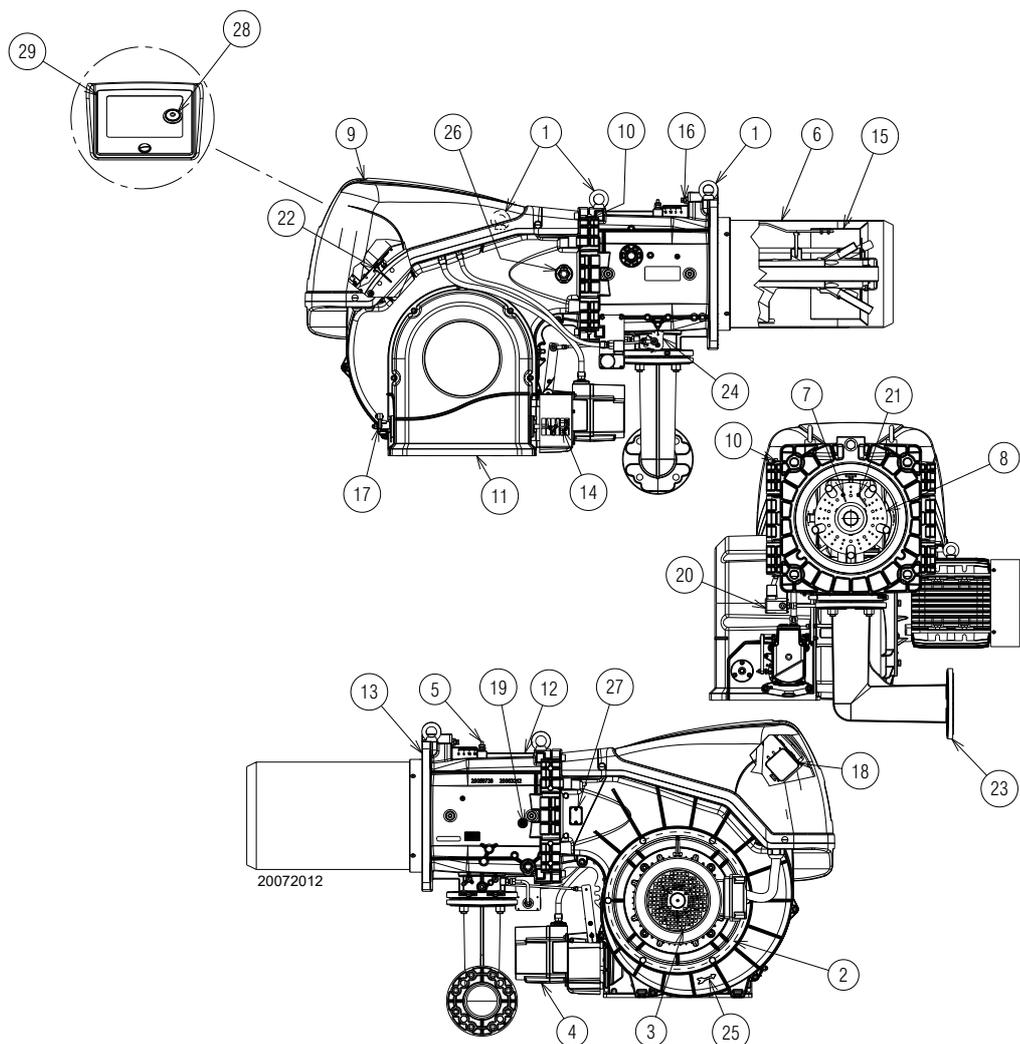

Fig. 5
(1) Condiciones de referencia: Temperatura ambiente 20°C - Temperatura gas 15°C - Presión barométrica 1013 mbar - Altitud 0 m s.n.m.
(2) Presión en la toma 5)(Fig. 5) con presión cero en la cámara de combustión y a la potencia máxima del quemador.
(3) Presión sonora medida en el laboratorio de combustión del fabricante, con quemador en funcionamiento en caldera de prueba, a la potencia máxima. La Potencia sonora se mide con el método "Free Field", previsto por la Norma EN 15036, y según una precisión de medición "Accuracy: Category 3", como se describe en la Norma EN ISO 3746.